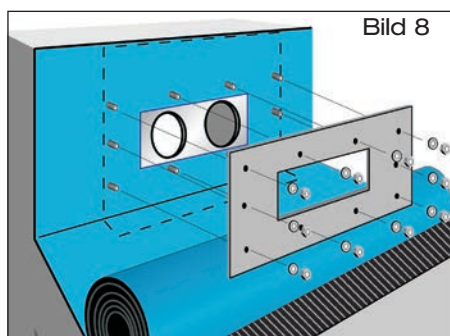

Bild 8
- 1.8 Dampfsperrbahn mit Losflansch und beiliegenden Schrauben verklemmen (Bild 8). Beiliegende Schrauben mit Steck- oder Ringschlüssel SW 13 gegenüberliegend anziehen. Anzieh-Drehmoment: 20 Nm (Dampfsperrbahn aus Bitumen) bzw. 30 Nm (Dampfsperrbahn aus Kunststoff). Dichtelemente in Muffen des Schiebeflansches einlegen.